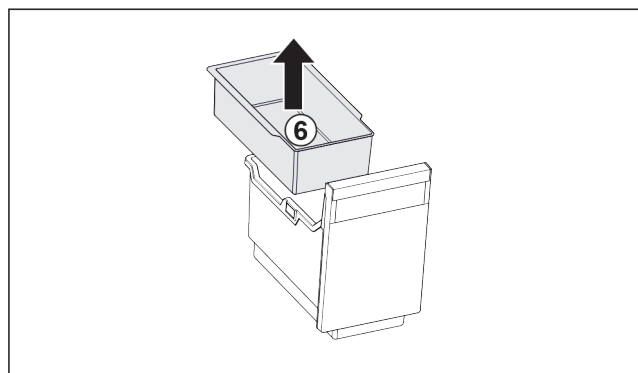

Fig. 140
- ▶ Rimuovere la vaschetta da agganciare Fig. 140 (6).